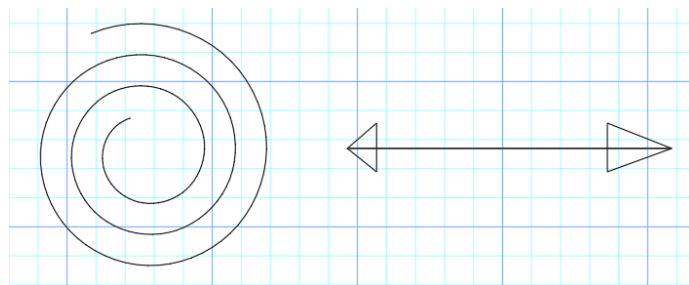

Рис. 141. Полилинии для построения
11. Построить полилинии, представленные на рис. 141.